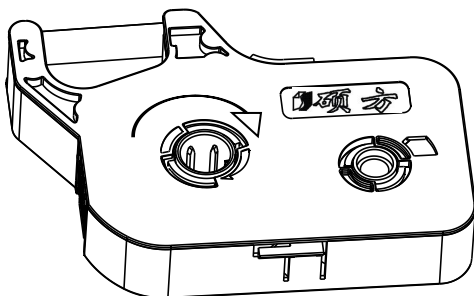
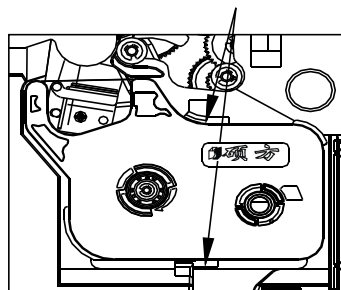

图 1 色带卷紧示意图
图 2 色带盒安装示意图
- (1) 见图 1, 按色带盒上的箭头方向卷紧色带, 使色带收紧;
- (2) 使打印头处于非打印状态;
- (3) 见图 2, 将色带盒放置在线号机标明的地方。